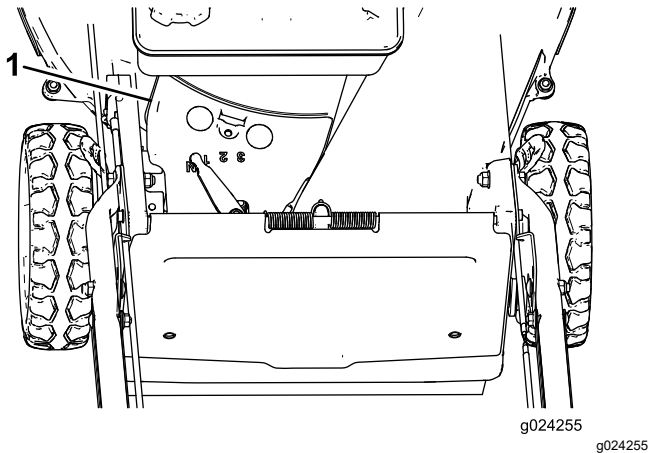

Figure 33
3. Déposez le couvercle de courroie (Figure 33).